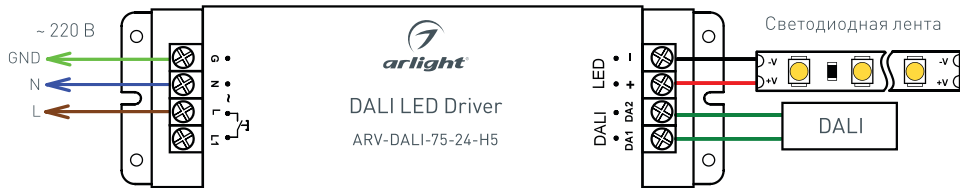
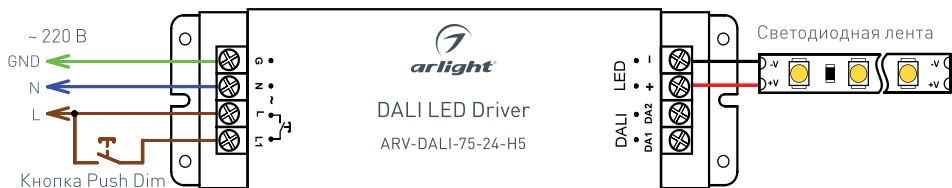

Рис. 1. Подключение источника напряжения при использовании интерфейса DALI (на примере ARV-DALI-75-24-H5).
Рис. 2. Подключение источника напряжения при использовании Push Dim (на примере ARV-DALI-75-24-H5).
- 3.3. Подключите светодиодную ленту к выходу LED+ и LED- (Рис. 1, Рис. 2). Соблюдайте полярность подключения.
- Если для управления используется интерфейс DALI, подключите провода шины DALI к клеммам DA1 (DALI1) и DA2 (DALI2) в соответствии со схемой Рис. 1.
- Если используется управление Push Dim, подключите кнопку в соответствии со схемой Рис. 2.